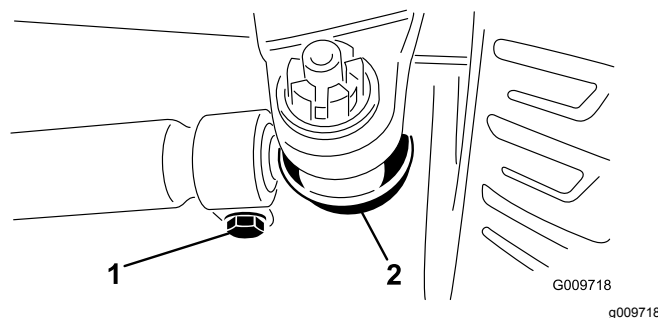

Figura 64
2. Per regolare la distanza, togliete la coppiglia e il dado da uno dei giunti a sfera del tirante. Togliete il giunto a sfera del tirante dal supporto della scatola del ponte (Figura 64).
3. Allentate i fermi su entrambe le estremità dei tiranti (Figura 64).